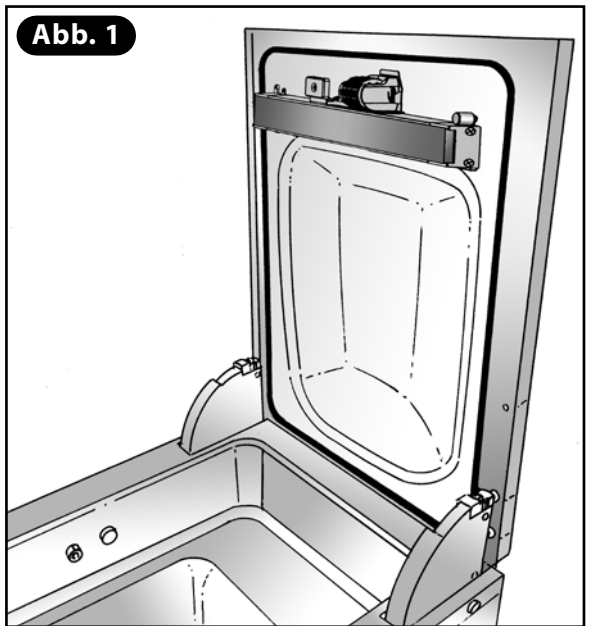

Abb. 1
- 1) Plexiglasdeckel in maximal geöffnete Stellung (95°) bringen (**Abb. 1**).